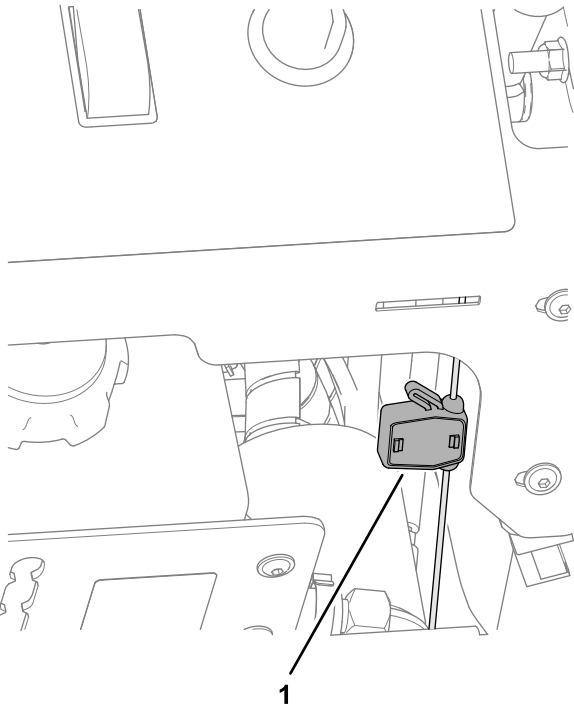
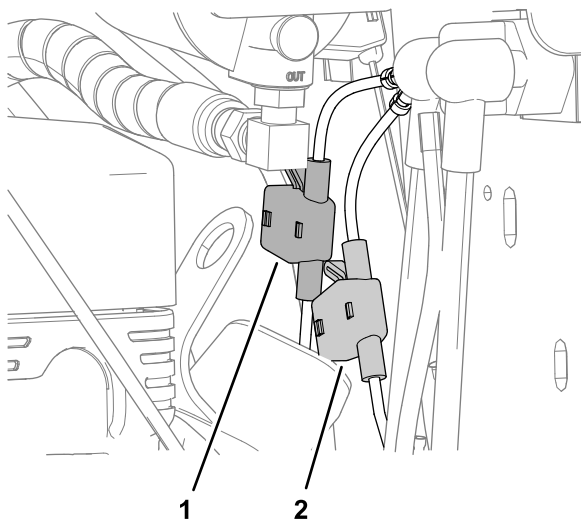

Figura 85
Figura 86
- Abra la tapa del portafusibles (Figura 85 o Figura 86).
3. Retire el fusible del zócalo del portafusibles (Figura 85 o Figura 86).
4. Instale un fusible del mismo tipo en el zócalo del portafusibles (Figura 85 o Figura 86).
5. Cierre la tapa del portafusibles hasta que la tapa se enganche firmemente (Figura 85 o Figura 86).